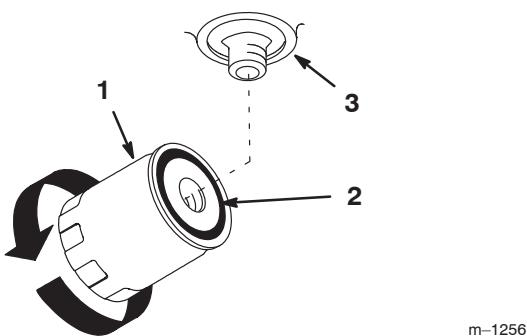

Figure 43
4. Appliquez une fine couche de liquide hydraulique sur le joint en caoutchouc du filtre de rechange (Fig. 43).